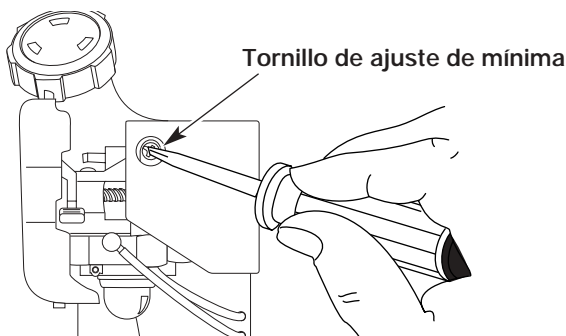

Fig. 40
La velocidad mínima del motor puede ser ajustada. Puede tener acceso al tornillo de ajuste de mínima a través de un orificio en la parte superior de la cubierta del motor (Fig. 40).
2. Suelte el gatillo del regulador y deje que el motor funcione en mínima. Si el motor se para, inserte un destornillador Phillips pequeño o un destornillador de vástago plano en el orificio de la cubierta del motor (Fig. 40). Gire el tornillo de mínima hacia adentro, en sentido horario, de a 1/8 de vuelta por vez (según sea necesario) hasta que el motor funcione en mínima suavemente.